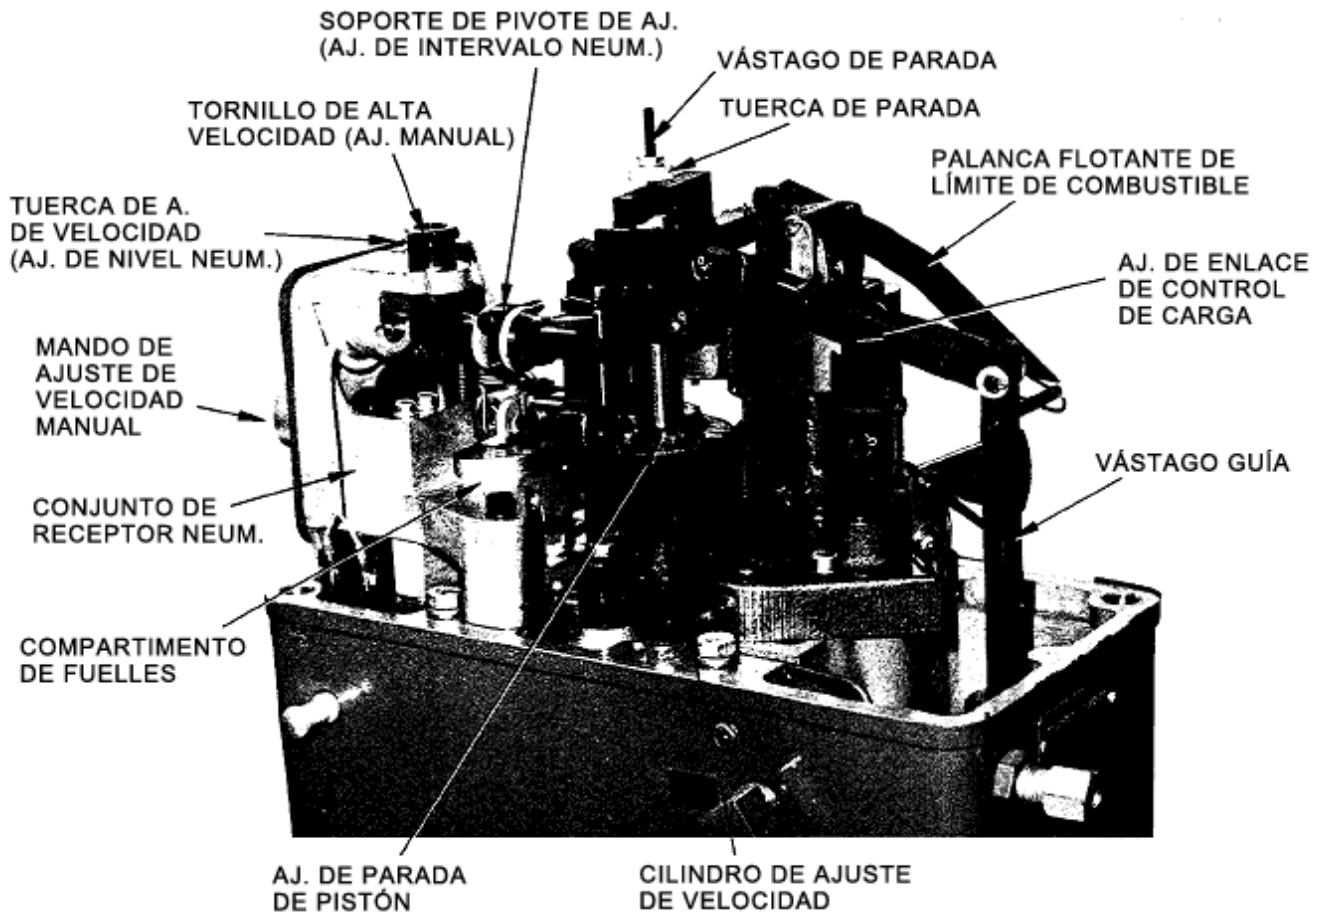

Figura 3-2. Vista lateral izquierda del regulador con la cubierta retirada
(Figura 3-2)
- b. Gire la tuerca de ajuste de velocidad (Figura 3-2) en el tornillo de ajuste de velocidad como sea necesario (en sentido contrario a las agujas del reloj para aumentar) hasta que se alcance la velocidad baja necesaria a la presión de control de aire mínima.